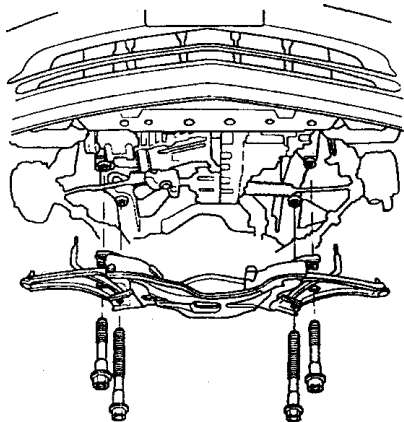

图 2-12 拆卸左前安装支架/托架总成
- 40) 如图 2-12 所示, 拆下左前安装支架 / 托架总成(M/T)。